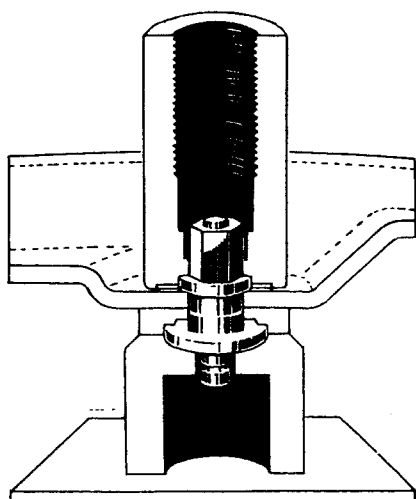

Fig 12-13. Hoppresning
3. Vänd verktyget och centrera det på bulten. Se till att det kommer i rät linje med bulten. Pressa ner verktyget, se fig 12-13. Vid en presskraft av 80000 N (8000 kp) avbryts pressningen. Vrid verktyget och kontrollera att inte bulten går för lätt, i sådant fall pressas verktyget ner ytterligare.